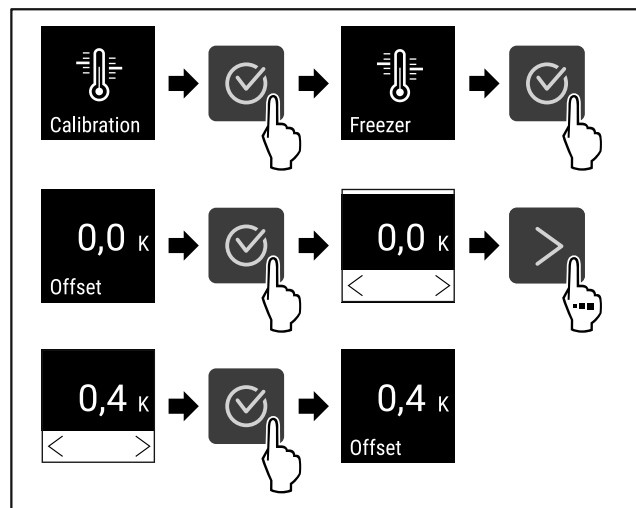

Fig. 95
- ▶ Handlungsschritte (siehe Fig. 95) durchführen.